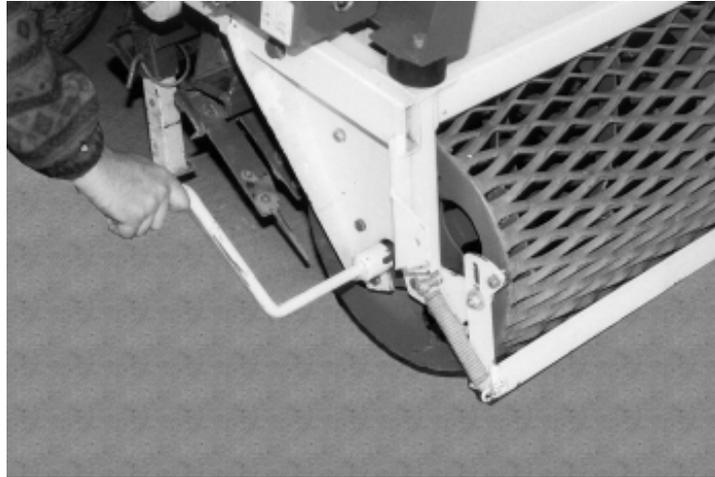

fig. 18
- deslizar la manivela sobre el eje del rodillo al lado izquierdo en el sentido de la marcha (fig. 18),